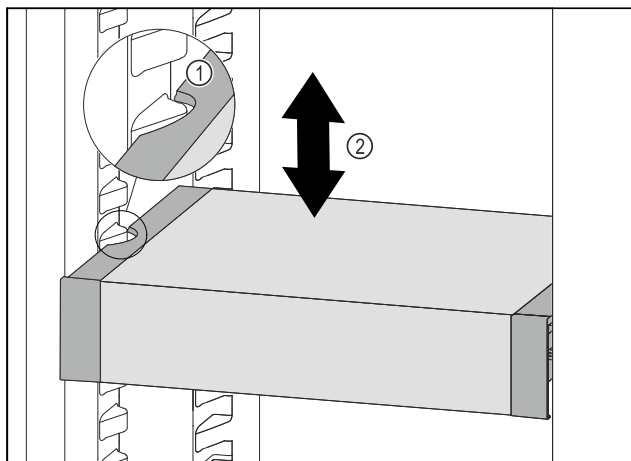

Fig. 167
- Tërhiqni VarioSafe për nga përpara, derisa foletë anësore të VarioSafe të jenë në lartësinë e brinjëve të kutisë në pjesën e ftohjes. Fig. 167 (1)
- Lëvizni VarioSafe për lart ose për poshtë në pjesën e ftohjes, derisa të arrihet lartësia që dëshironi. Fig. 167 (2)